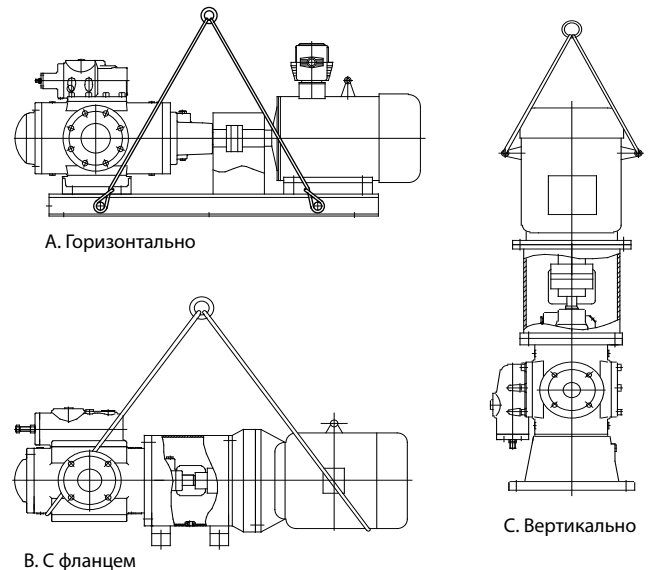

Рис. 3.2. Подъем насосного узла
3. При подъеме насосного узла (с двигателем) цепь должна быть прикреплена к крюку на плите основания. Убедитесь в том, что не будут повреждены трубопроводы и присоединенное вспомогательное оборудование. См. рис. 3.2 для справки.